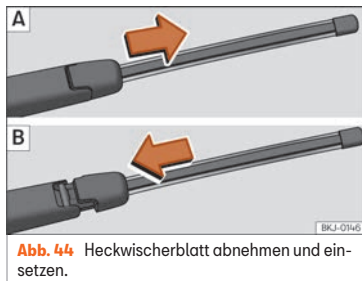

Abb. 44 Heckwischerblatt abnehmen und einsetzen.
- Schieben Sie den Wischerblattadapter in Pfeilrichtung und ziehen Sie das Wischerblatt ab »» Abb. 44 [A].
- Neues Scheibenwischerblatt **gleicher Länge und Ausführung** wie in »» Abb. 44 [B] gezeigt aufstecken und den Adapter schieben, bis er einrastet.